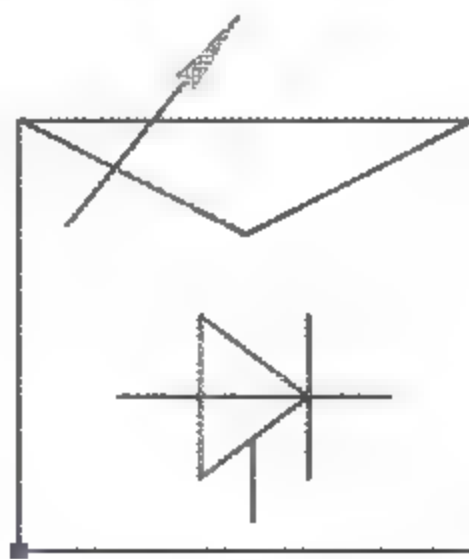

图7-8 创建块
- 05 单击【确定】按钮，完成普通块的创建，此时图形成为一个整体，其夹点显示如图7-8所示。